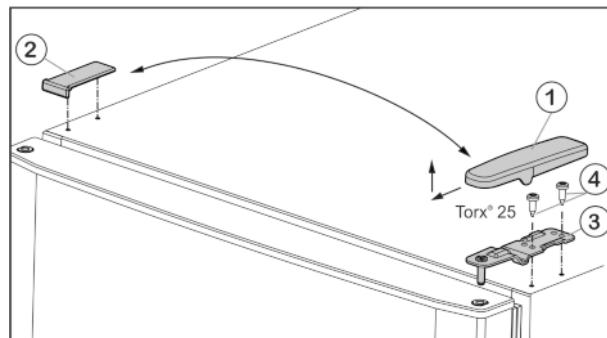
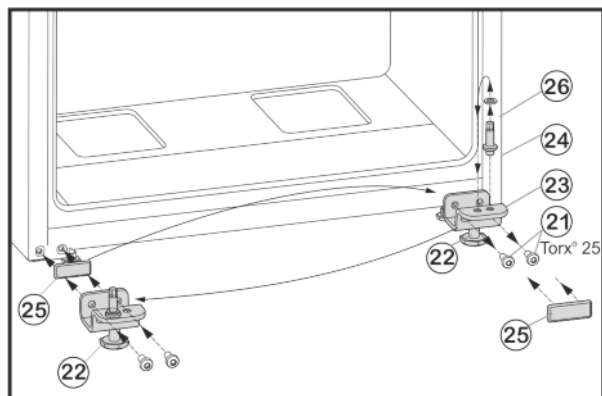

Fig. 4
Fig. 6
- Потяните крышку Fig. 4 (1) вперед и вверх.
- Снимите крышку Fig. 4 (2).
- Открутите верхний опорный кронштейн Fig. 4 (3) (2 шт. Torx® 25) Fig. 4 (4) и вытяните вверх.
- ▶ Открутите крепежные винты Fig. 6 (21).
- ▶ Снимите нижний опорный кронштейн Fig. 6 (23) вместе с опорным пальцем Fig. 6 (24), шайбой Fig. 6 (26) и регулируемой опорой Fig. 6 (22).
- ▶ Открутите опорный палец Fig. 6 (24) вместе с шайбой Fig. 6 (26) и, переставив в отверстие на противоположной стороне опорного кронштейна, снова прикрутите.
- ▶ Аккуратно снимите защитную пластину Fig. 6 (25) и переставьте ее на противоположную сторону.
- ▶ Прикрутите нижний опорный кронштейн Fig. 6 (23) вместе с опорным пальцем Fig. 6 (24), шайбой Fig. 6 (26) и регулируемой опорой Fig. 6 (22) с другой стороны шарнира (с моментом 4 Нм), при необходимости используйте аккумуляторный шурупверт.
- ▶ Установите нижнюю дверцу сверху на опорный палец Fig. 6 (24).
- ▶ Вставьте средний опорный кронштейн (13) с поворотом на 180° в нижнюю дверцу и прикрутите с помощью крепежных винтов (11) (2 шт. Torx® 25) на новую сторону шарнира (с моментом 4 Нм).
- ▶ Снова установите пластиковую шайбу (10).
- ▶ Установите верхнюю дверцу на средний опорный кронштейн (13).
- ▶ Установите верхний опорный кронштейн Fig. 4 (3) на новой стороне шарнира и защелкните в дверце.
- ▶ Привинтите верхний опорный кронштейн (с моментом 4 Нм) (2 шт. Torx® 25) Fig. 4 (4). При необходимости используйте аккумуляторный шурупверт.
- ▶ Наденьте и защелкните крышку Fig. 4 (1) на противоположной стороне снаружи.
- ▶ Также наденьте сверху и защелкните крышку Fig. 4 (2) на противоположной стороне.
- ▶ Выверните регулируемую опору Fig. 6 (22) на нижнем опорном кронштейне Fig. 6 (23) до ее соприкосновения с полом.